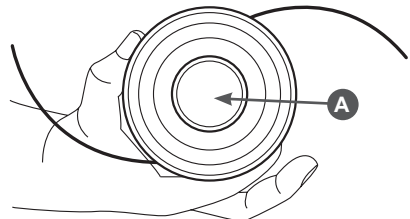
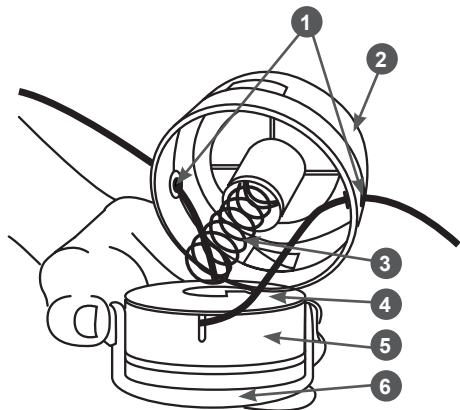

Рис. 8 Снятие крышки триммерной головки
Рис. 9 Снятие катушки
Для выпуска корда из триммерной головки, нажмите без усилия на кнопку А (Рис. 8) триммерной головки в процессе работы. Под действием центробежных сил корд удлинится, лишние части будут обрезаны ножом, расположенным на защитном кожухе. Удлинить корд можно также вручную, при выключенном устройстве, нажав на кнопку А (Рис. 8) триммерной головки большим пальцем правой или левой руки, а пальцами обе-
2. Нажмите два фиксатора на крышке триммерной головки (Рис. 8) и снимите крышку 6 (Рис. 9).
3. Выньте катушку 4 из корпуса 2, снимите с нее обойму 5 (Рис. 9), удалите остатки старого корда.
Не потеряйте пружину 3 (Рис. 9) при снятии катушки.
7. Оденьте обойму 5 (Рис. 9) на катушку. Освободите концы корда из пазов на катушке и пропустите их через отверстия в обойме.
8. Пропустите концы корда через отверстия 1 (Рис. 9) в корпусе триммерной головки.
9. Поместите катушку 4 на пружину 3 и опустите катушку в корпус 2 триммерной головки (Рис. 9).
11. Нажмите на кнопку корпуса триммерной головки А (Рис. 8), потяните за концы корда с небольшим усилием так, чтобы концы корда доставали защитный кожух.